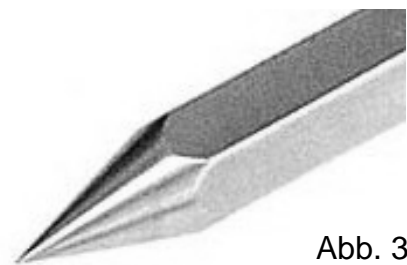

Abb. 3
- 2.) Ein prismatischer Körner entsteht als Durchschnitt eines Drehkegels und eines sechsseitigen Prismas. (Abb 2 und Abb. 3)